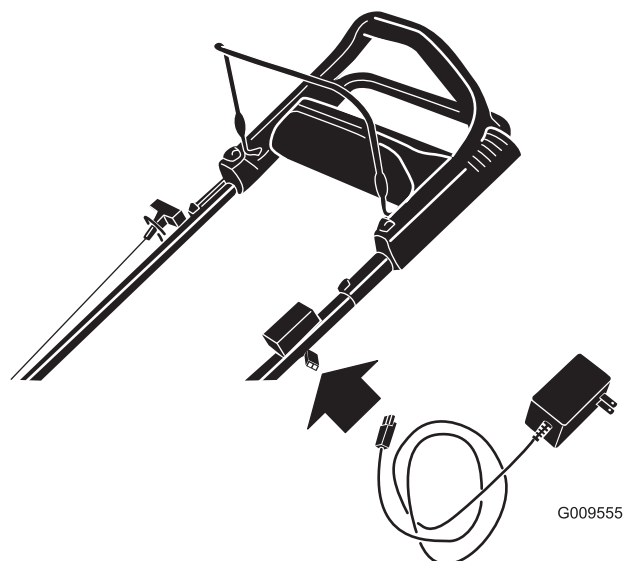

Figure 23
1. Branchez le chargeur au faisceau de câblage de la machine situé sous la clé de contact (Figure 23).